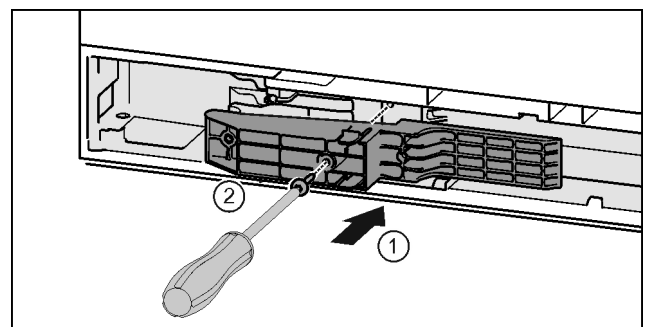

Fig. 36 *
- ▶ Τοποθετήστε τον αντάπτορα στην πλευρά της λαβής στην εγκοπή. Fig. 36 (1)*
- ▶ Σφίξτε τις βίδες με κατσαβίδι T15. Fig. 36 (2)*